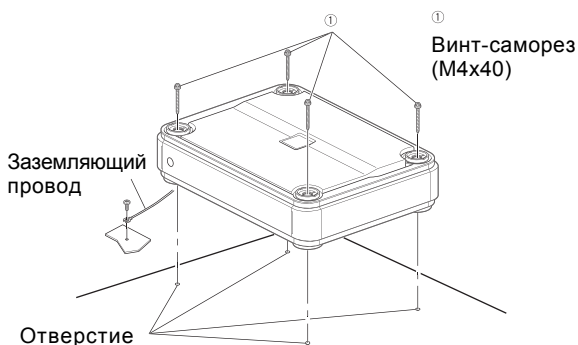

Рис. 2
3. Закрепите аппарат с помощью 4-х прилагаемых винтов-саморезов (М 4 x 40) (см. рис. 2).